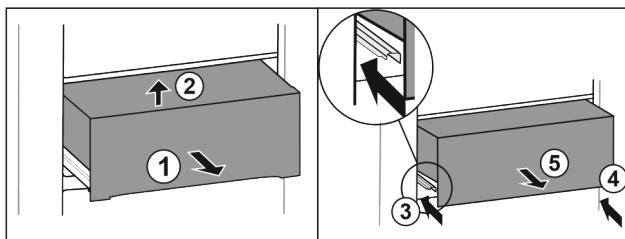

Fig. 33
- Витягніть ящик на половину. Fig. 33 (1)
- Підняти висувний ящик спереду. Fig. 33 (2)
- Вставити ліву рейку. Fig. 33 (3)
- Вставити праву рейку. Fig. 33 (4)
- Вийняти висувний ящик рухом вперед. Fig. 33 (5)